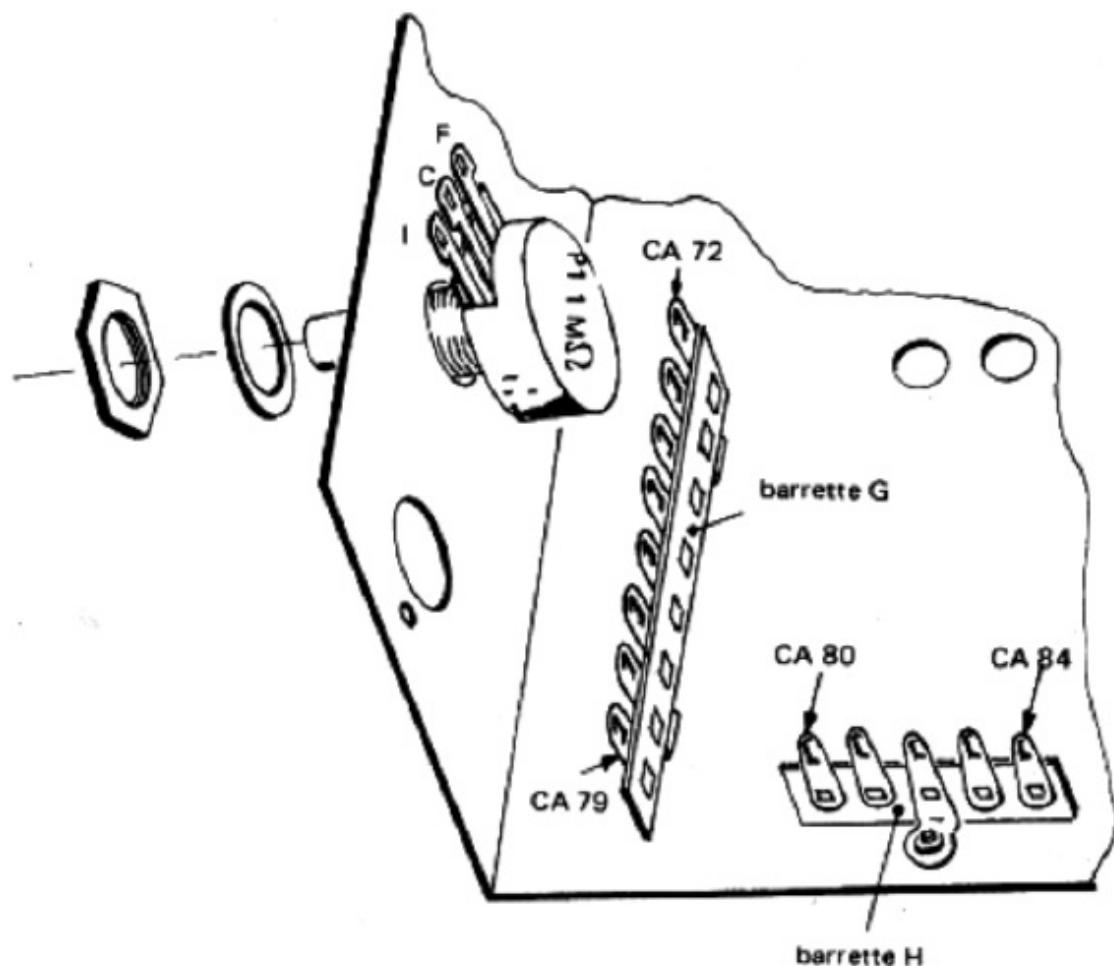

Figure 6
**PLACEZ** ensuite la rondelle sur le canon fileté et **REVISSEZ** fortement l'écrou, après avoir orienté les bornes du potentiomètre comme le montre la figure 6. Nous indiquons les bornes du potentiomètre par les lettres conventionnelles habituelles I, C et F.